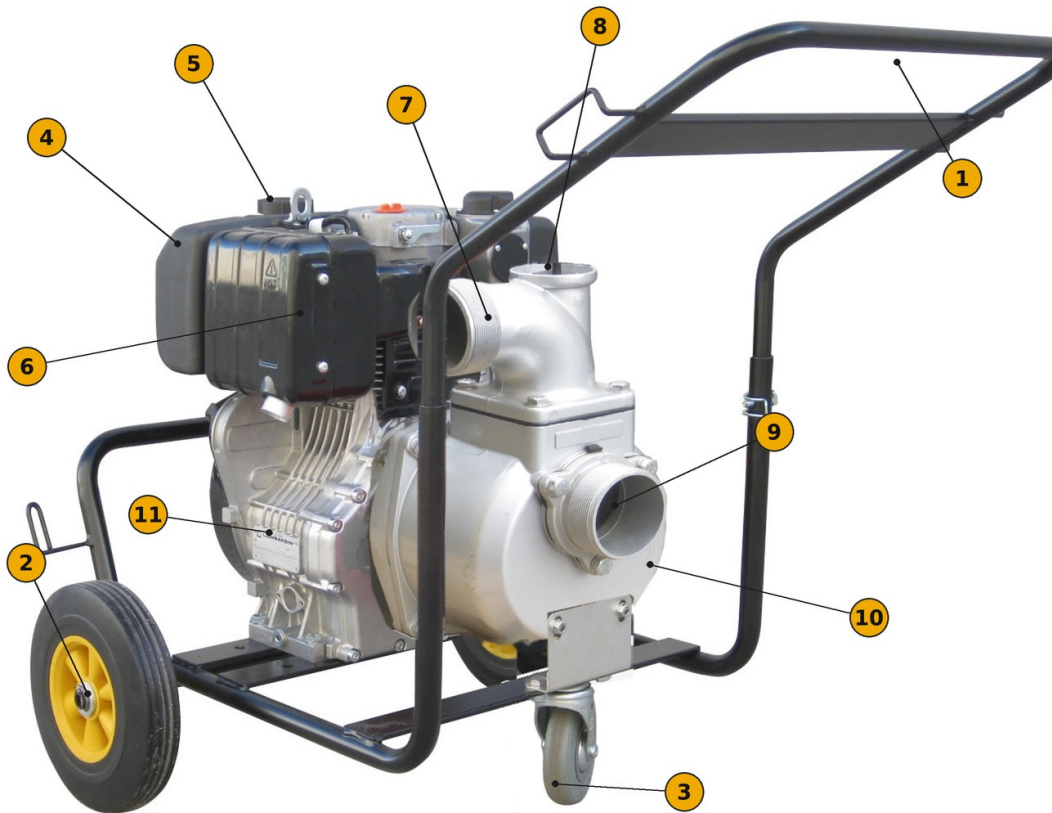

FIG. 2 — Componentes principais (AY-350 BP AUT)
- 1) Com o motor parado e frio, retire o tampão do depósito (FIG. 2, 5).
Verifique que o filtro de ar (FIG. 2, 6) está limpo, bem montado e em bom estado (ver «Manutenção»). Nunca ponha o motor em funcionamento sem o filtro de ar.